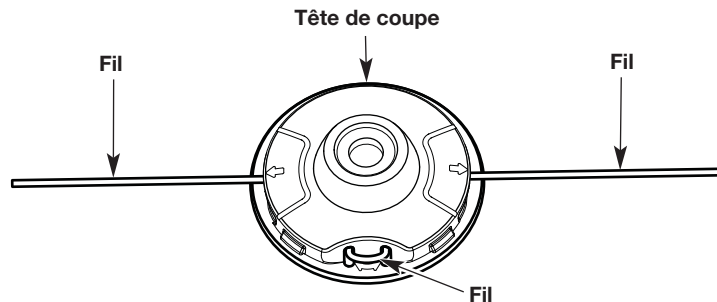

Fig. 17
4. Tirer sur les extrémités du fil jusqu'à ce qu'il soit bien serré contre la tête de coupe. S'assurer les extrémités du fil soient de longueur égale (Fig. 17). Si une extrémité est plus longue que l'autre, pousser l'extrémité arrière à mi-course à travers la tête de coupe et tirer sur la partie courte. Si nécessaire, répéter cette opération jusqu'à ce que les deux extrémités soient de longueur égale.
5. Appuyer sur le fil de coupe exposé entre les orifices circulaires jusqu'à ce qu'il repose à plat contre la tête de coupe (Fig. 17).